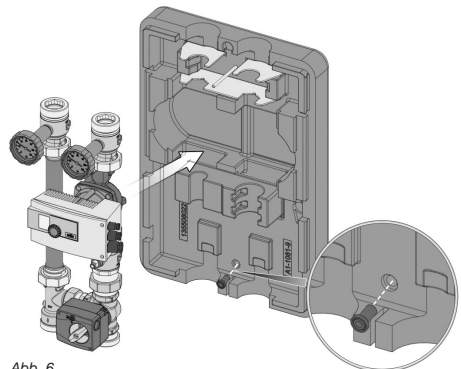

Abb. 6
- Wandhalterung (6) mit Sechskantschrauben (SW12) an Wand befestigen (Abb. 6).
- Unterschale auf Wandhalterung aufsetzen (Abb. 6).
- Distanzstück (8) in untere Bohrung der Unterschale einsetzen mit Sechskantschraube (SW12) an Wand befestigen (Abb. 6).
- Armaturengruppe (5) in Unterschale (7) einsetzen, mit Sicherungsblech (4) und Sechskantmutter (3) befestigen (Abb. 6).
- Einlegeblock (2) einsetzen (zweiteilig) (Abb. 6).